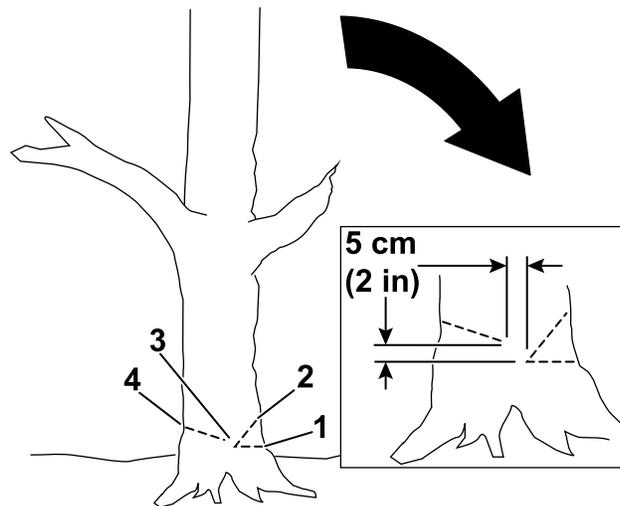

Figure 18
- Commencez par couper le tiers du diamètre de l'arbre, du côté où vous voulez qu'il tombe (Figure 18).
- Faites une deuxième coupe oblique pour former une encoche, en commençant au moins 5 cm (2 po) au-dessus de la première coupe (Figure 18).
- Faites le trait d'abattage du côté opposé à l'encoche et environ 5 cm (2 po) plus haut que le bas de l'encoche, comme montré à la Figure 18.
**Important:** Arrêtez la troisième coupe 2,5 à 5 cm (1 à 2 po) avant l'encoche pour former une charnière entre les coupes (Figure 18), ce qui empêche l'arbre de tomber dans la mauvaise direction ou de pivoter dans sa chute.
**Remarque:** Quand le trait d'abattage approche de la charnière (Figure 18), l'arbre devrait commencer à tomber.